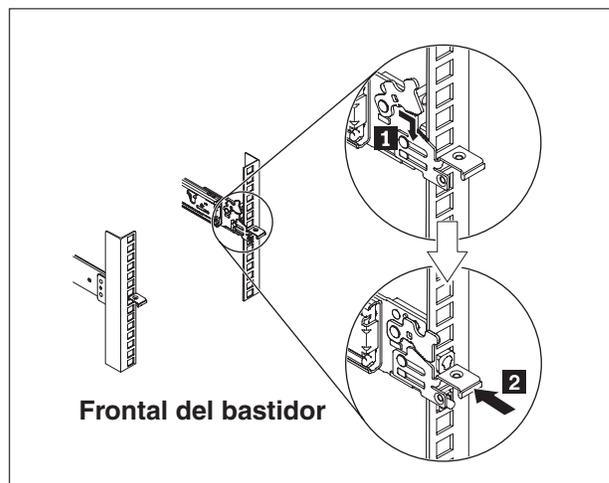

Figura 8. Instalación de los rieles deslizantes del extremo delantero
3. Instale el extremo delantero de los rieles deslizantes, como se muestra en la Figura 8 en la página 17.